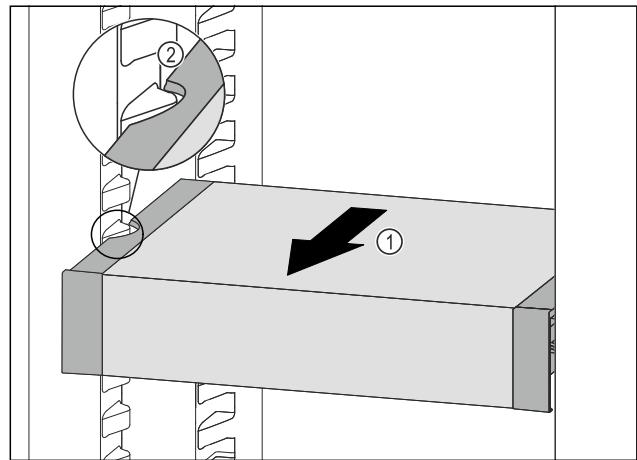

Fig. 118
- ▶ Вытягивайте VarioSafe вперед Fig. 118 (1), пока боковые выемки VarioSafe не окажутся на высоте выступа резервуара в холодильном отделении. Fig. 118 (2)